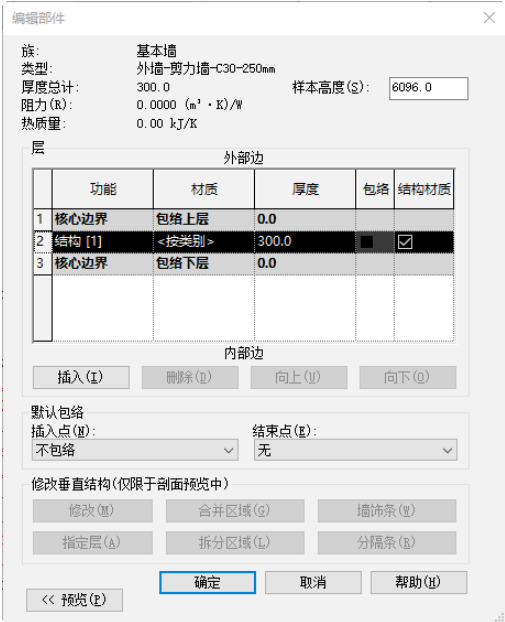
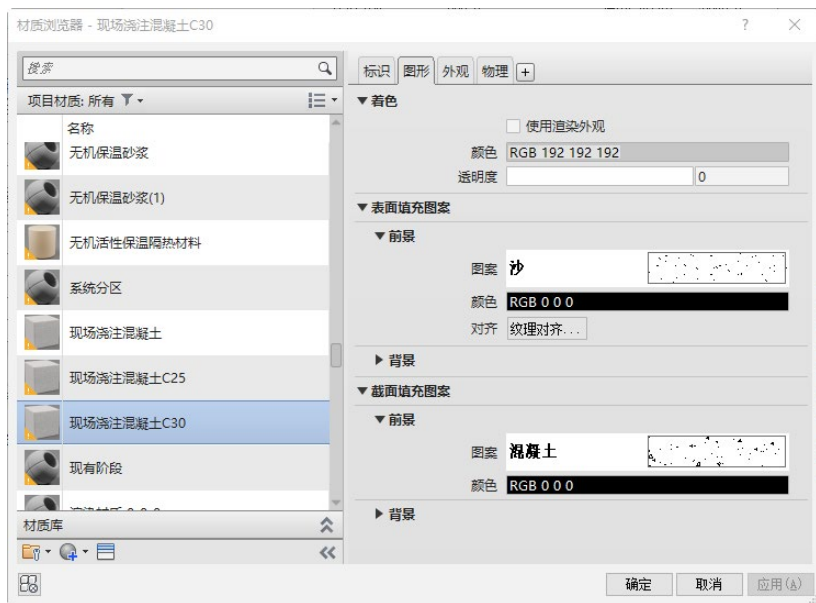

图 9-26 “编辑部件”对话框
图 9-27 “材质浏览器”对话框
- 3) 打开如图 9-26 所示的“编辑部件”对话框，单击“结构材质”栏中的按钮，打开“材质浏览器”对话框，选择“现场浇注混凝土 C30”材质，如图 9-27 所示，其他采用默认设置，单击“确定”按钮，返回“编辑部件”对话框，输入“厚度”为“250.0”。